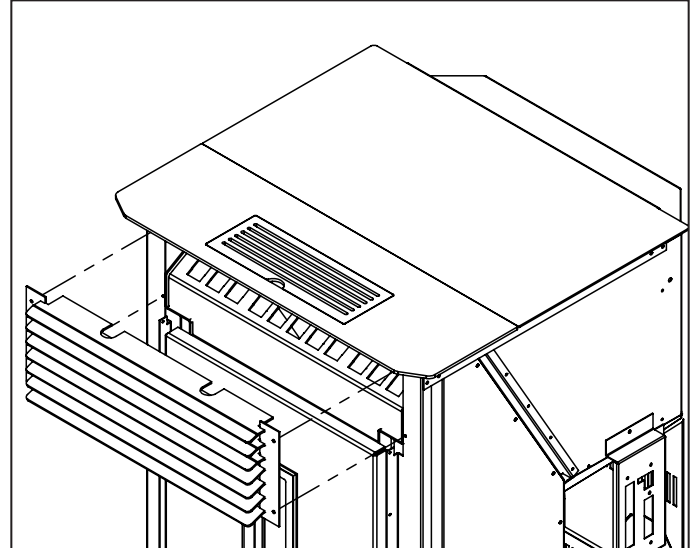

Figure 4: Retrait de la grille frontale originale.
4. Dévissez les 4 vis T-20 qui retiennent la grille frontale. Retirez celle-ci. (Figure 4)